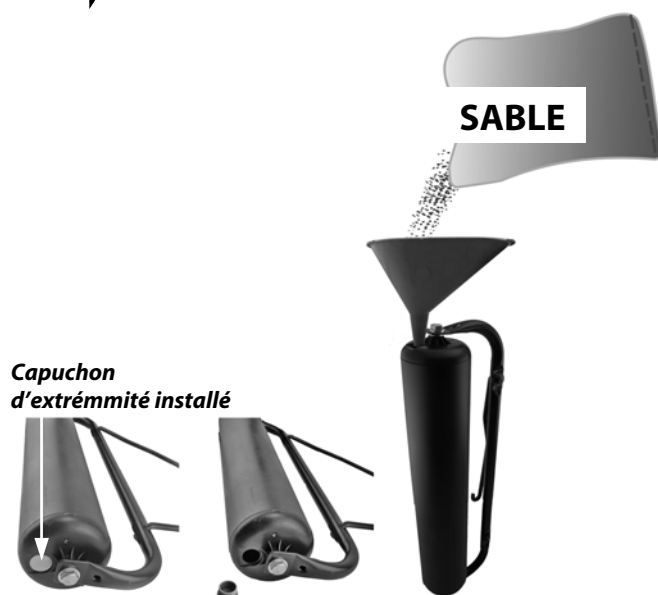

Figure 3
5. Installez un (1) des deux (2) capuchons d'extrémité (se trouvant dans le sac plastique agrafé à un bras à crochet) dans une extrémité du rouleau traceur (**Figure 3**).